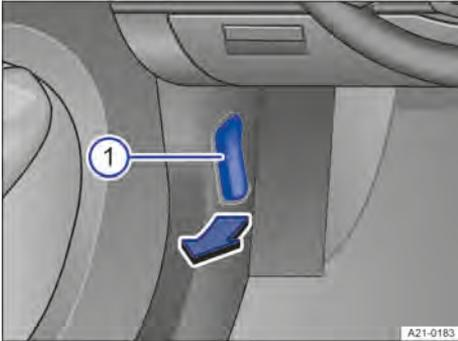

Fig. 174 En la zona reposapiés izquierda: palanca de desbloqueo del capó delantero (representación esquemática).
1. Antes de abrir el capó delantero, asegúrese de que los brazos del limpiacristales se encuentren sobre el parabrisas → ①.
2. Abra la puerta del conductor y tire de la palanca de desbloqueo en el sentido de la flecha → fig. 174 ①.